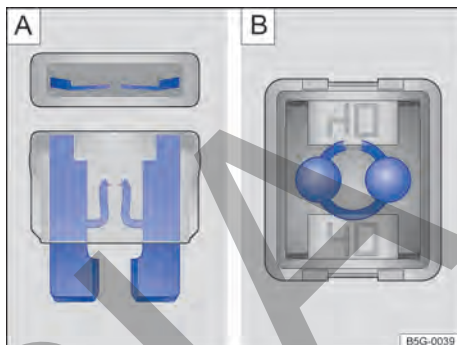

Fig. 194 Fusible quemado: [A] fusible plano, [B] fusible de bloqueo.
- Un *fusible plano* (ATO[®], MINI[®]) quemado es reconocido desde arriba o desde el costado por la carcasa transparente en las bandas metálicas derretidas → fig. 194 [A].
- Un *fusible de bloqueo* (JCASE[®]) quemado es reconocido por las bandas metálicas derretidas desde arriba de la carcasa transparente → fig. 194 [B].